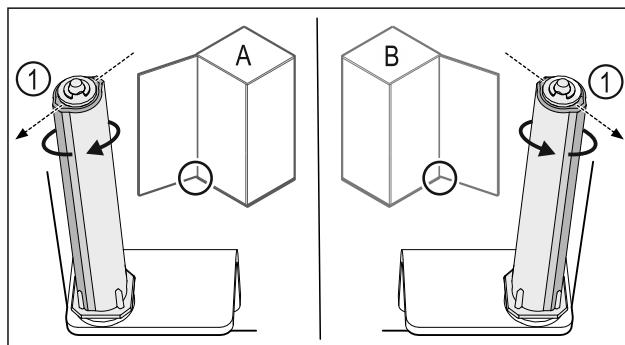

Fig. 39 Ľavý doraz (A)/pravý doraz (B)
- ▶ Otáčajte systém zatvárania proti odporu, kým nebude mostík systému zatvárania Fig. 39 (1) ukazovať von.